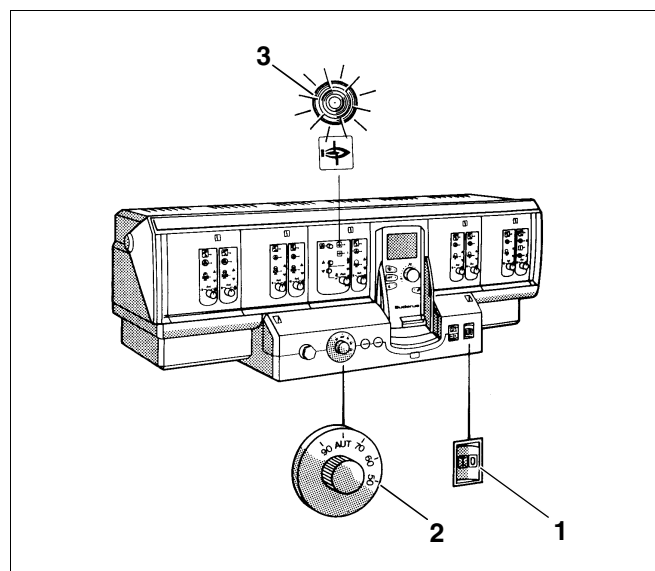

Fig. 1 Aparat reglare de ex. Logamatic 4311
- Comutatorul FUNCȚIONARE (Fig. 1, **Poz. 1**) reglat pe poziția I (pornit).
- Poziționați regulatorul de temperatură al apei din cazan (Fig. 1, **Poz. 2**) pe poziția AUT (reglaj în funcție de temperatura exterioară, setare din fabrică).
- Comutatorul FUNCȚIONARE (Fig. 1, **Poz. 1**) reglat pe poziția 0 (oprit).
Deranjamentele vor fi semnalizate la arzător prin semnale luminoase, iar la aparatul de reglare (Fig. 1, **Poz. 3**) acestea vor fi afișate pe display.